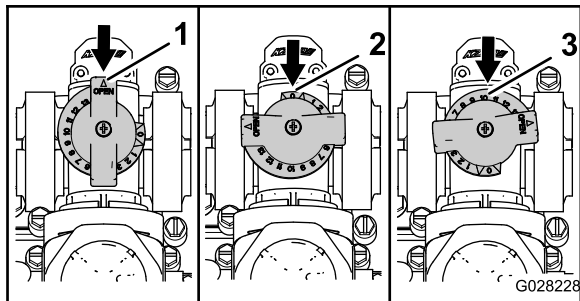

Figura 85
- La **Figura 85, A**, muestra la válvula de desvío de agitación en la posición de Abierta.
- La **Figura 85, B**, muestra la válvula de desvío de agitación en la posición de Cerrada (0).
- La **Figura 85, C**, muestra la válvula de desvío de agitación en la posición intermedia (relativas al manómetro del sistema de fumigación).